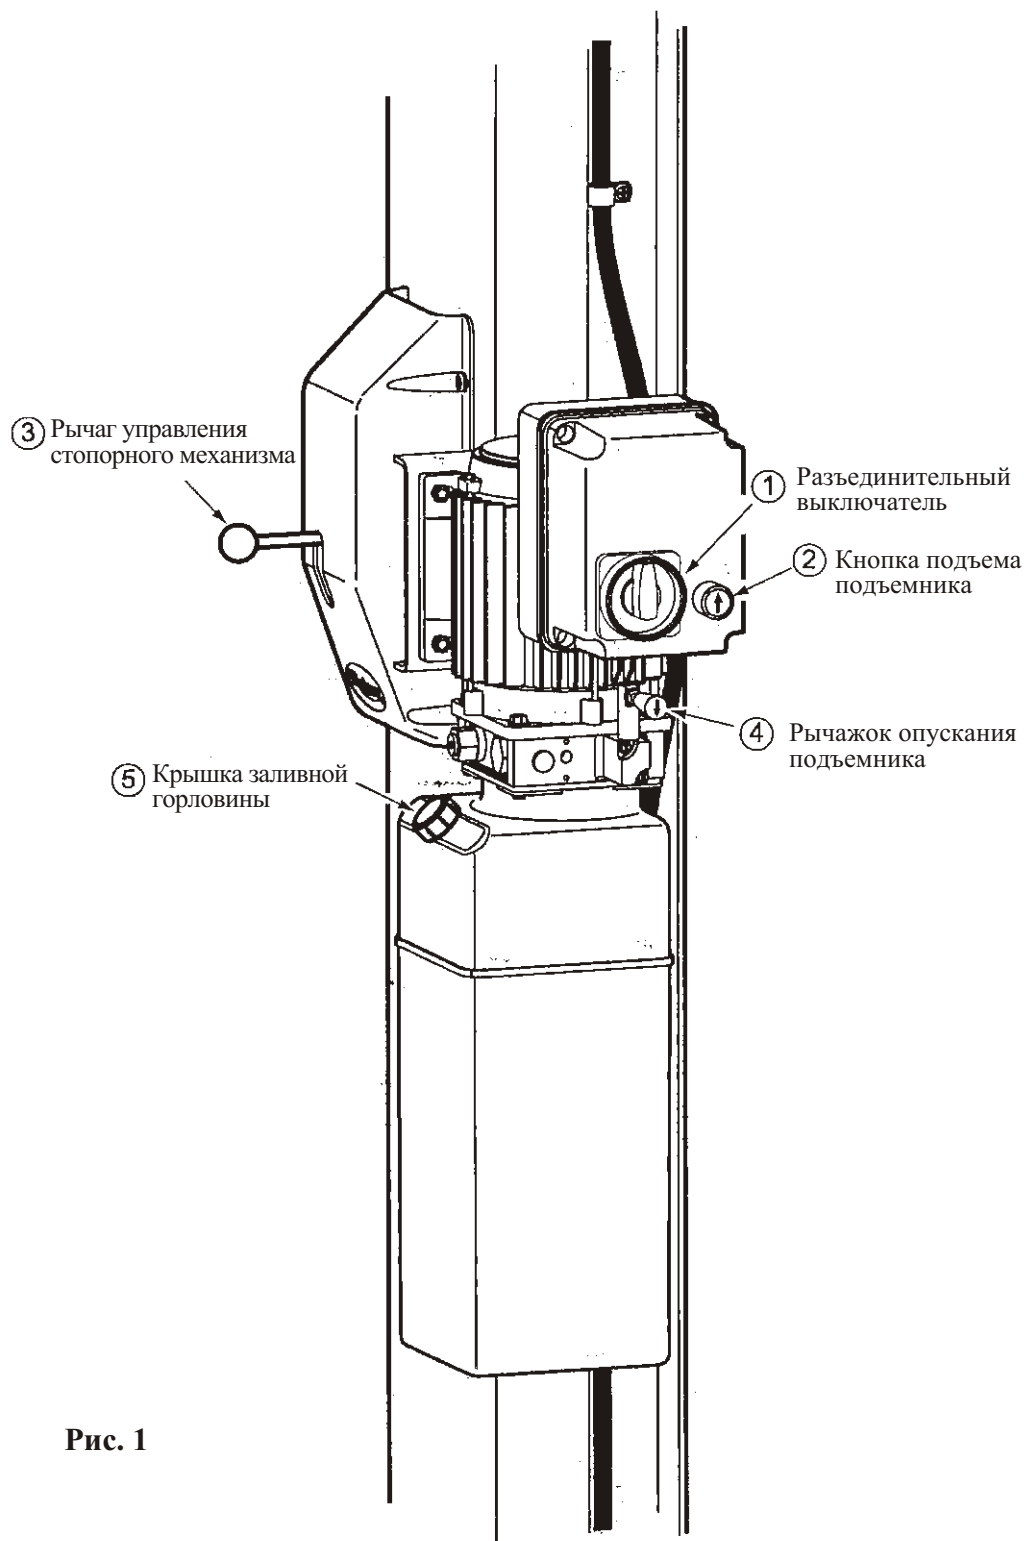

Рис. 1
- Переключите вниз рычажок подъема на блоке питания подъемника (рис. 1).
- Переместите вниз рычажок опускания подъемника (рис. 1).